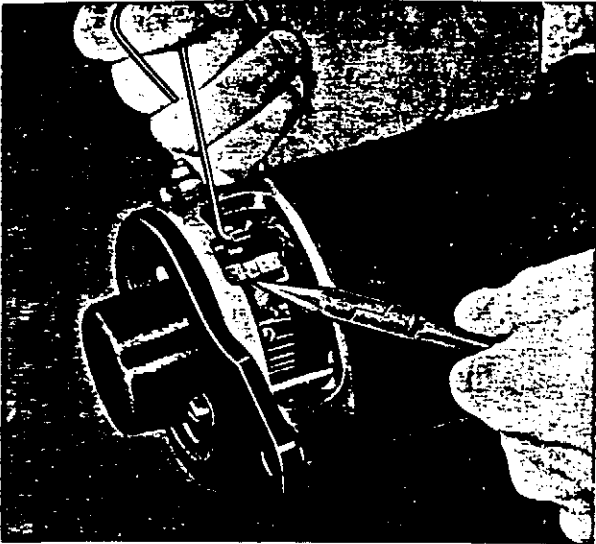

Abb. 5 Ausbau der Kohlebürste
2. Die Federn für die Kohlebürsten mit einem Haken anheben und Kohlebürsten herausziehen, siehe Abb. 5.